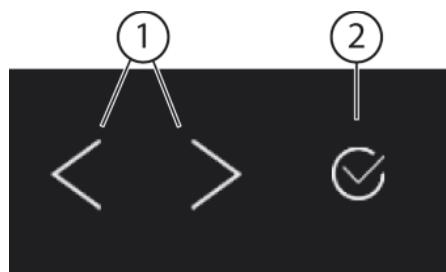
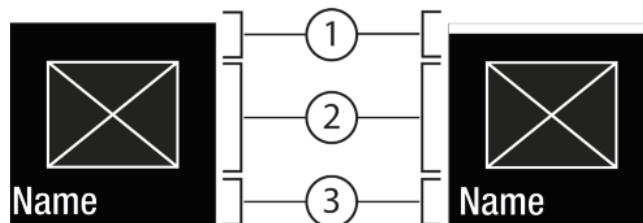
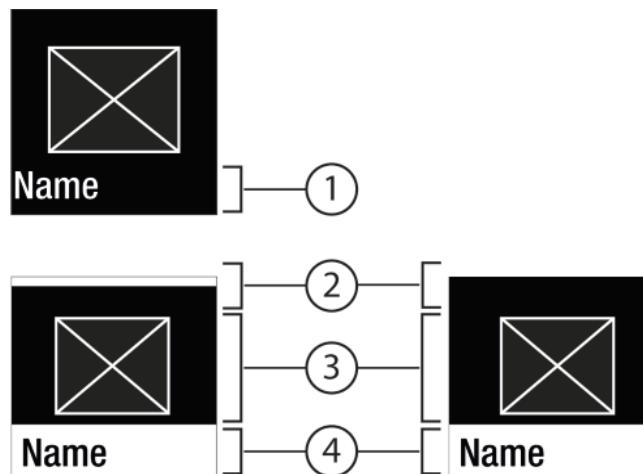

Fig. 5
Fig. 6
Fig. 7
(1) Навигационная стрелка влево / вправо
(2) Подтвердить
#### Навигационная стрелка влево / вправо Fig. 5 (1):
#### Подтвердить Fig. 5 (2):
- Навигация при помощи навигационной стрелки влево / вправо Fig. 5 (1).
- С помощью Подтвердить Fig. 5 (2) активировать Fig. 6 (1) / деактивировать Fig. 6 (1) функцию / настройку.
- С помощью Подтвердить Fig. 5 (2) вызвать Подменю Fig. 7 (4).
- Установка нового значения: С помощью Подтвердить Fig. 5 (2) выбрать деактивированное значение Fig. 6 (1).
- Назад в меню: С помощью Подтвердить Fig. 5 (2) выбрать уже активированное значение Fig. 6 (2).
- Навигационные стрелки Fig. 5 (1) нажмите до тех пор, пока не появится индикация функции .
- Нажмите на Подтвердить Fig. 5 (2).
- Навигационные стрелки *Fig. 5 (1)* нажмите до тех пор, пока не появится индикация функции.
- Нажмите на Подтвердить *Fig. 5 (2)*.
- С помощью навигационных стрелок *Fig. 5 (1)* выберите значение настройки.
- ▷ Состояние: активировано *Fig. 6 (1)* появляется ненадолго в Подменю *Fig. 7 (4)*.
- Нажмите навигационные стрелки *Fig. 5 (1)* до тех пор, пока не появится индикация настроек .
- Нажмите навигационные стрелки *Fig. 5 (1)* до тех пор, пока не появится индикация требуемой настройки.